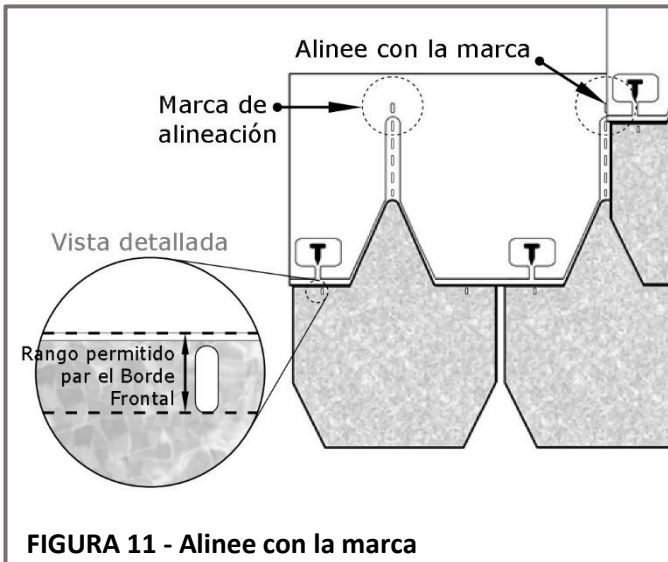

FIGURA 11 - Alinee con la marca
- Para **Designer Slate: Estate Series**, coloque siempre el borde de la teja en la marca de alineación indicada. Vea la **Figura 11**.